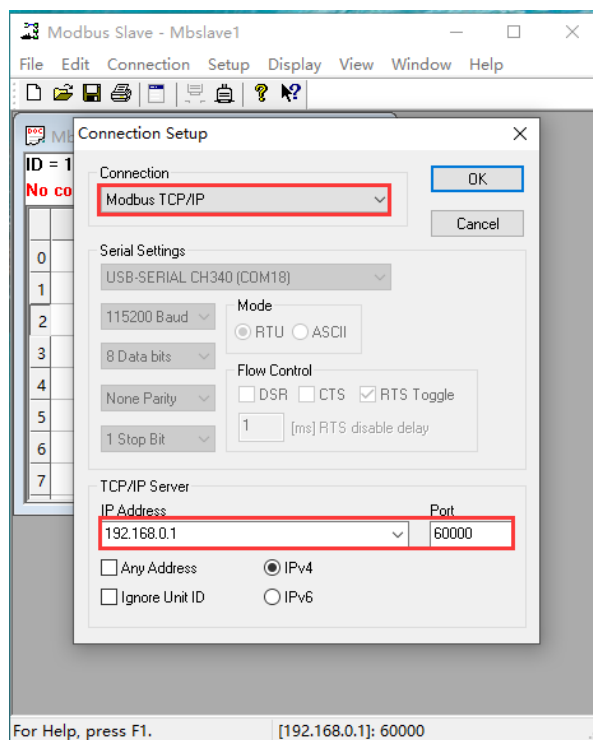

图 13-11 从机软件 MODBUS_TCP 参数设置
(5) 选择 TCP/IP 模式，IP 地址和端口与电脑端设置一致，如图 13-11 所示。